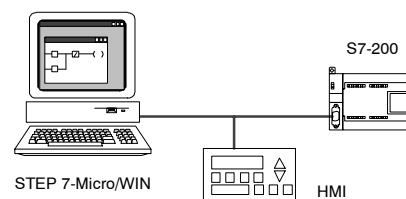

Figura 7-11 Varios maestros y un solo esclavo
La figura 7-11 muestra un ejemplo de una red multimaestro con un esclavo. El PC o la PG (con STEP 7-Micro/WIN) utiliza un procesador de comunicaciones (CP) o un cable multimaestro PPI. STEP 7-Micro/WIN y el aparato HMI comparten la red.